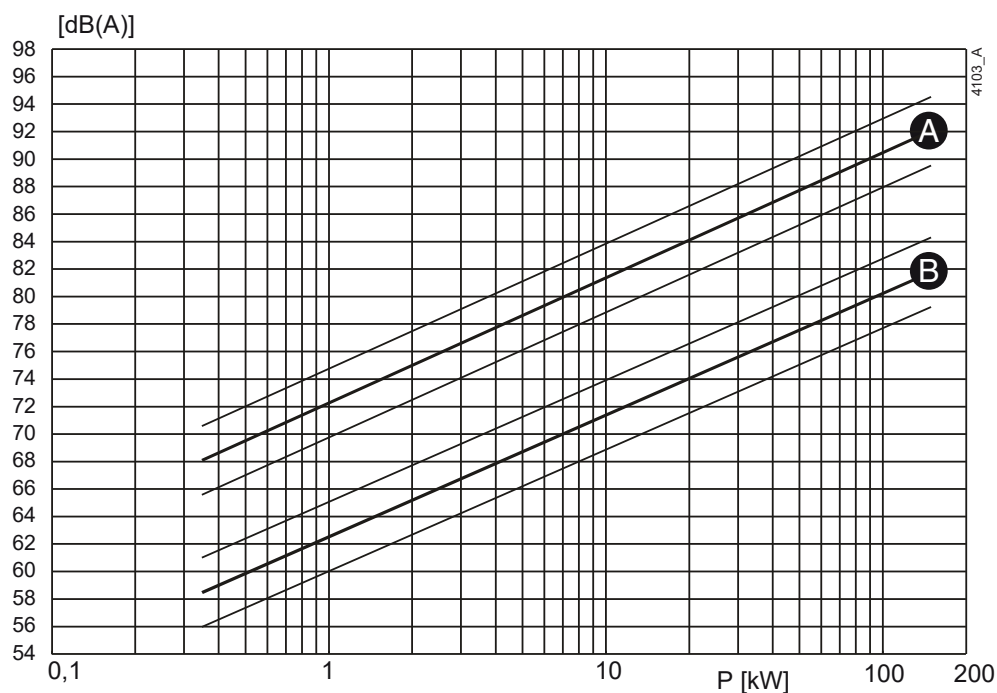
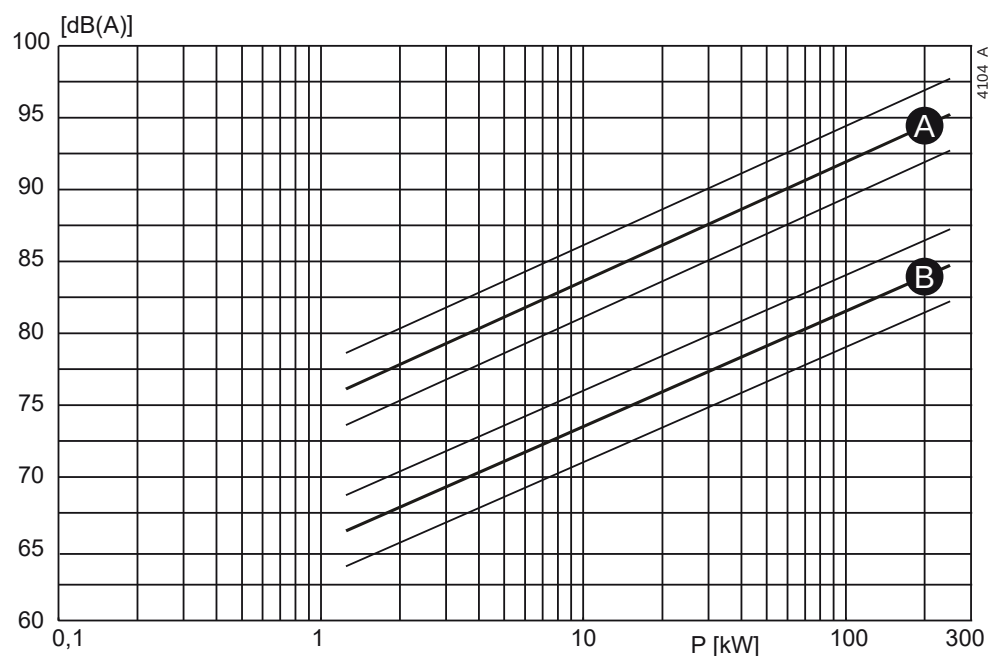

Figura 31: Livello di rumorosità in funzione della potenza [kW] a 1450 min⁻¹
Figura 32: Livello di rumorosità in funzione della potenza [kW] a 2900 min⁻¹
- 1 Determinare il livello di rumorosità (L_1) della pompa. Vedere Figura 31 o Figura 32.